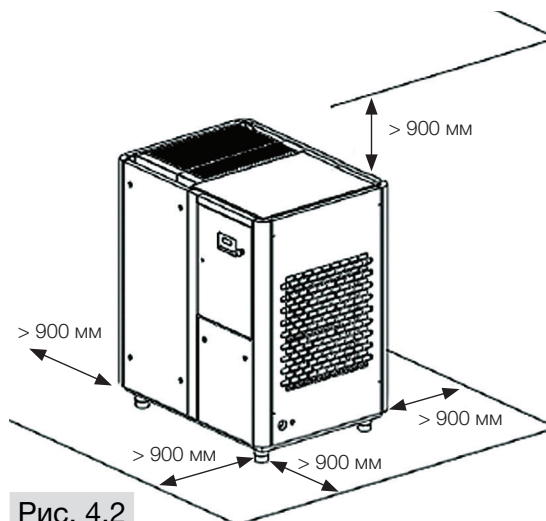

Рис. 4.2
4. Необходимо обеспечить расстояние минимум 900 мм вокруг компрессора и над системой вентиляции для проведения технического обслуживания (Рис. 4.2).